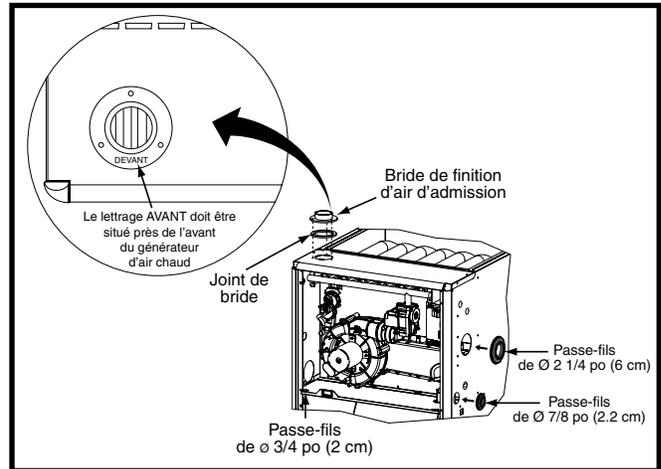
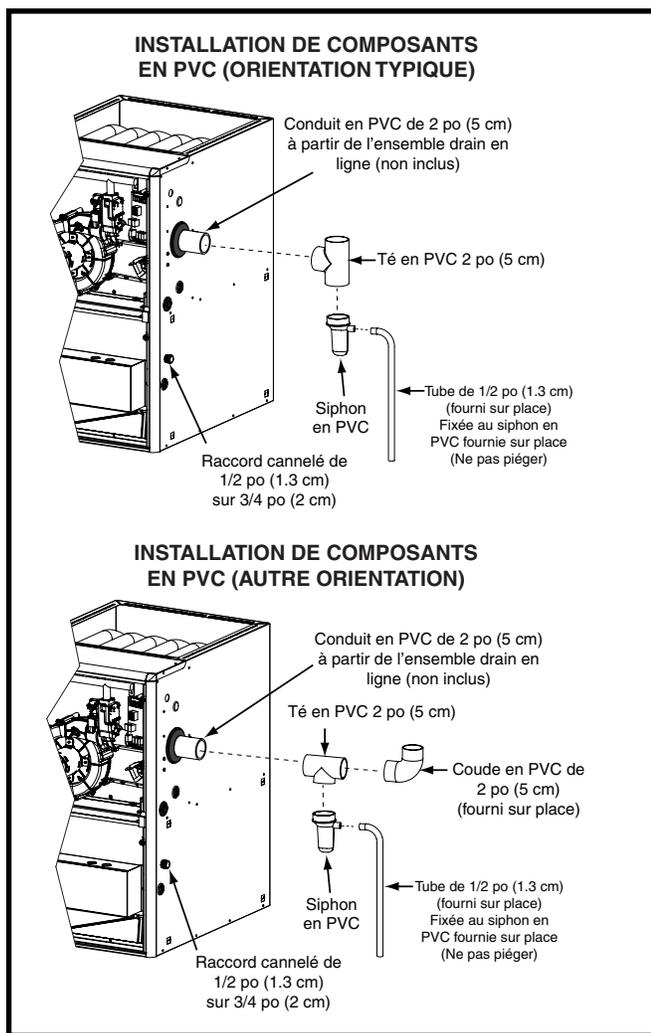

Figure 16. Bride de finition et passe-fils en caoutchouc
Figure 17. Composants en PVC
Les composants illustrés à la Figure 16 \(page 18\) et à la Figure 17 \(page 19\) sont inclus dans le sac de pièces supplémentaires fourni avec les générateurs d'air chaud *TC/*TL. Selon le type d'installation, certains de ces composants sont facultatifs et peuvent ne pas être utilisés. Veuillez vous reporter aux descriptions et aux figures d'accompagnement pour installer ces éléments.
2. Placer la bride de finition sur le dessus du joint d'étanchéité de bride. **REMARQUE** : S'assurer que la bride est bien orientée de façon à ce que le lettrage AVANT soit situé à proximité de l'avant du générateur d'air chaud, comme indiqué à la Figure 16.
Le passe-fils en caoutchouc de 2 1/4 po (5,7 cm) est utilisé pour assurer l'étanchéité de l'ouverture entre l'armoire du générateur d'air chaud et le conduit d'événement en PVC de 2 po (5 cm). Il faut installer le passe-fils en caoutchouc dans le trou de 3 po (7,6 cm) avant de sortir le conduit d'événement de l'armoire. Aucun produit d'étanchéité n'est requis. Consulter la Figure 16.
- Le conduit en PVC de 2 po (5 cm) illustré à la Figure 17 n'est pas fourni dans le sac de pièces supplémentaires.
Le té et le siphon en PVC de 2 po (5 cm) sont utilisés lorsque l'inducteur est orienté pour faire sortir l'événement du côté gauche ou du côté droit de l'armoire du générateur d'air chaud. Consulter la Figure 17.
1. Installer le té en PVC à la verticale sur le conduit d'événement de 2 po (5 cm) qui sort par le côté de l'armoire. Coller les deux éléments ensemble de façon permanente au moyen de l'apprêt et de la colle appropriés. Se reporter à l'orientation typique illustrée à la Figure 17.
- Installer le té en PVC à l'horizontale sur le conduit d'évent de 2 po (5 cm) qui sort par le côté de l'armoire. Coller les deux éléments ensemble de façon permanente au moyen de l'apprêt et de la colle appropriés. Se reporter à l'autre orientation illustrée à la Figure 17.